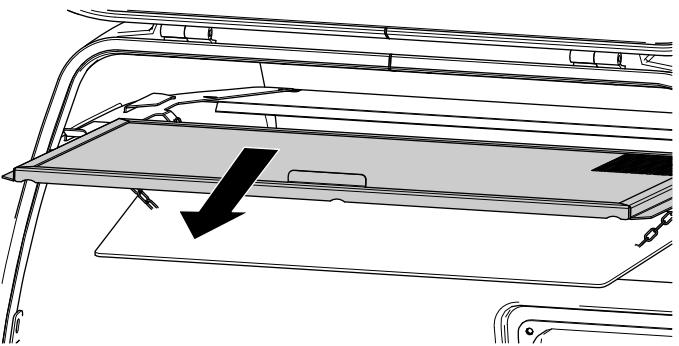

Figura 112
3. Retire la rejilla de la tolva y límpielala (Figura 112).